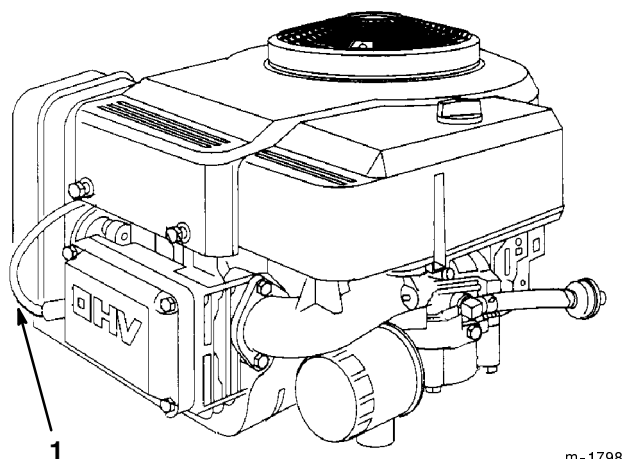

Bild 28
3. Ziehen Sie den Kerzenstecker von der Zündkerze (Bild 28). Reinigen Sie den Bereich um die Zündkerze, um zu verhindern, dass Schmutz in den Motor fallen und Schäden verursachen kann.
3. Drücken Sie den Stecker auf die Zündkerze (Bild 28).